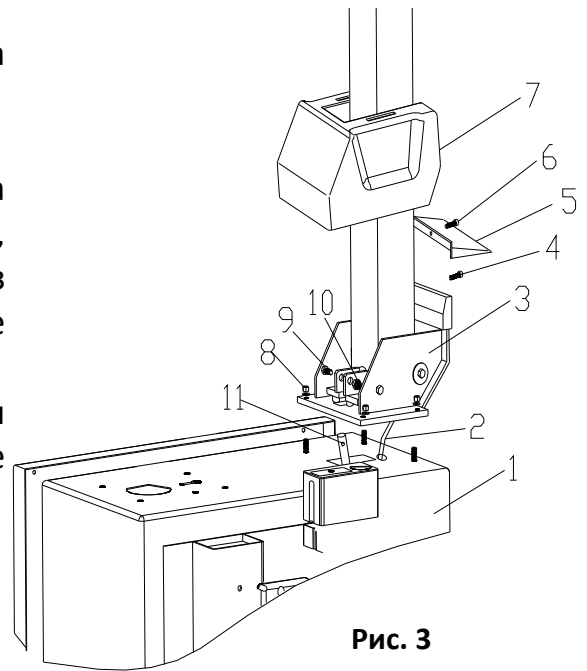

Рис. 3
2) Закрепите наклонное гнездо (3, рис. 3) на корпусе (1, рис. 3) с помощью 4 болтов (M12), протолкните воздушный шланг (2, рис. 3) через отверстие колонны. Затяните четыре самоконтрящиеся гайки (8, рис. 3).
3) Вставьте винт (9, рис. 3) в отверстия колонны и штока цилиндра наклона (11, рис. 3), затяните его самоконтрящейся гайкой (10, рис. 3).
4) Отвинтите два болта на левой крышке и снимите крышку, присоедините упомянутый ранее воздушный шланг (2, рис. 3), в боковые отверстия, которые управляют 5-ходовым клапаном наклона. Закрепите левую крышку.
5) Закрепите пластиковую крышку (7, рис. 3) двумя болтами (4, рис. 3).
6) Установите пластиковую заднюю крышку (5, рис. 3) на колонну с помощью винта (6, рис. 3).